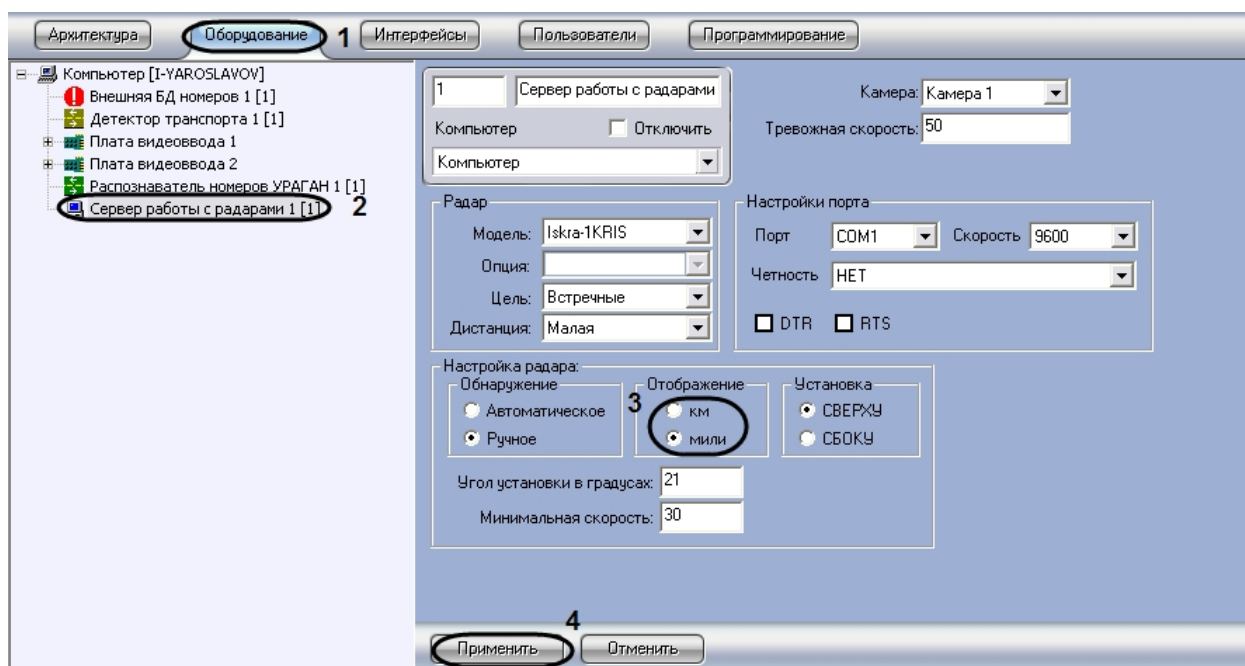

Рис. 58. Настройка вывода данных о скорости движения транспортного средства
2. В дереве объектов на вкладке «Оборудование» выбрать объект «Сервер работы с радаром», соответствующий настраиваемому программному модулю «Радар». В правой части вкладки «Оборудование» отобразится панель настройки выбранного объекта (см. Рис. 58).